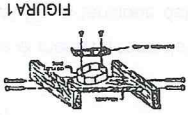

FIGURA 1
1. Con due viti montate la piastra o il gancio al contatore sul soffitto, come mostra la figura 1.